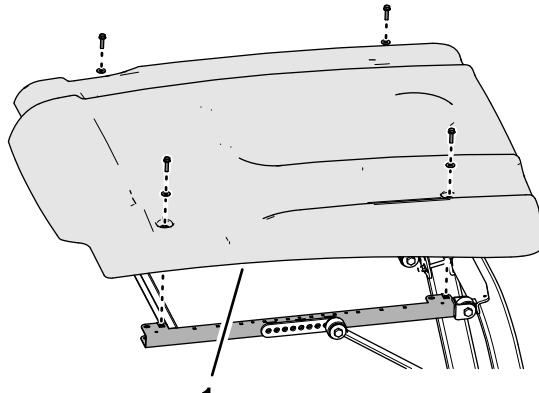
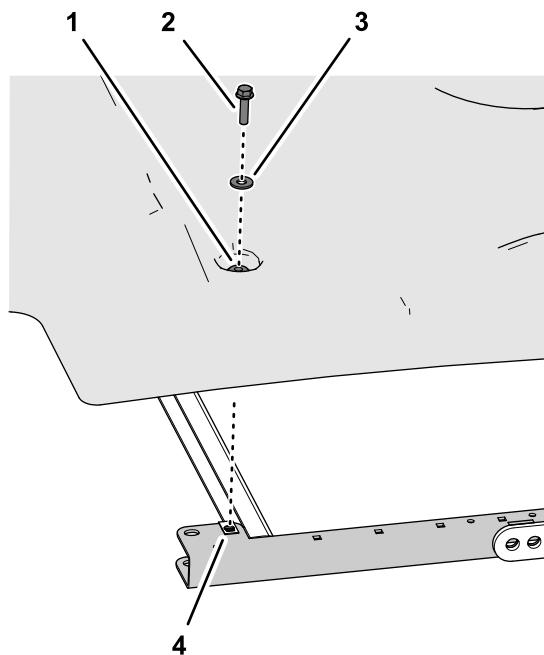

図 1
図 2
1. サンシェードをサイドフレームチャネルに固定しているフランジヘッドボルト5/16 x 1 1/4" 4 本とワッシャー5/16"4 枚を取り外す図 1と図 2。
2. サンシェードを機体から外す図 1。
2. サンシェードをフレームチャネルに取り付ける図2外してあつたフランジヘッドボルト5/16 x 1 1/4" 4 本とワッシャ5/16" 4 枚を使用する。